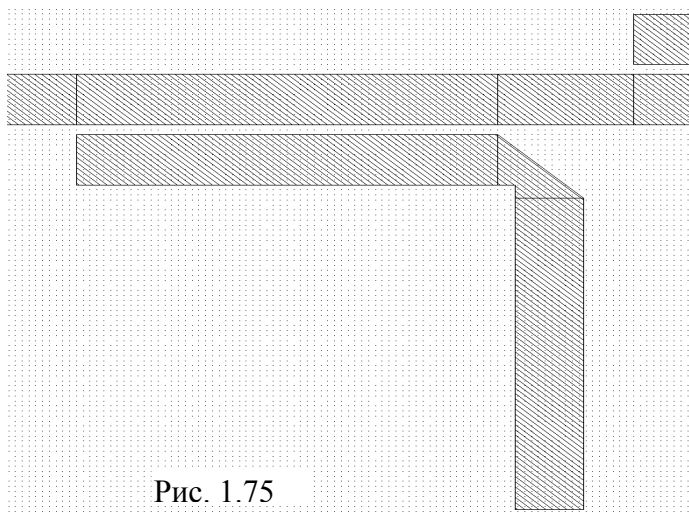

Рис. 1.75
- Щёлкните по значку **View Area** на панели инструментов и выделите часть топологии с первым резонатором так, чтобы видеть сетку (рис. 1.75). Из рисунка видно, что изгиб резонатора и несвязанный (вертикальный) проводник несколько не совпадают с сеткой. Это может сказаться на точности анализа, хотя и не значительно. При желании топологию можно отредактировать следующим образом.